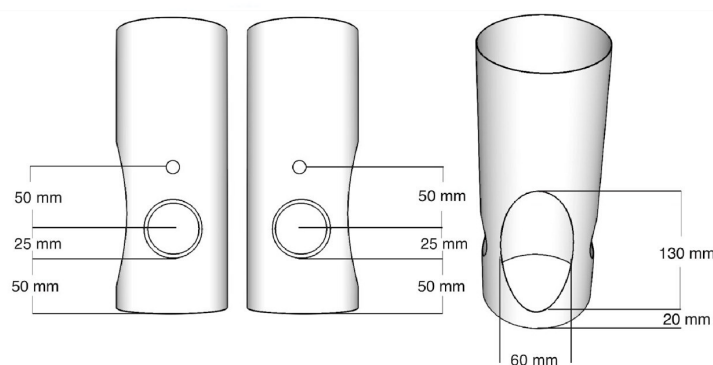

Figura 01
- Com ajuda do desenho e medidas fornecidas na figura 01, deve-se desenhar a marcação de onde será realizado os furos e onde será cortado a região que passa a corda, no tubo de 100 mm de diâmetro e 250 mm de comprimento;
- O próximo passo é realizar a abertura da região onde irá passar a corda. As medidas devem ser aproximadas ao valor indicado na figura 01;
- A peça final deve ficar parecida com a figura 01;